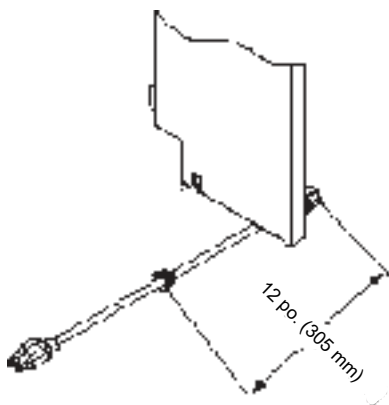

Figure 22.1
- **Si l'alimentation atteint l'appareil par la droite :** À l'aide des pinces, reliez la retenue de câble à 30,5 cm (12 po) de l'extrémité femelle du cordon et enfoncez le panneau du côté droit (**Figure 22.1**).